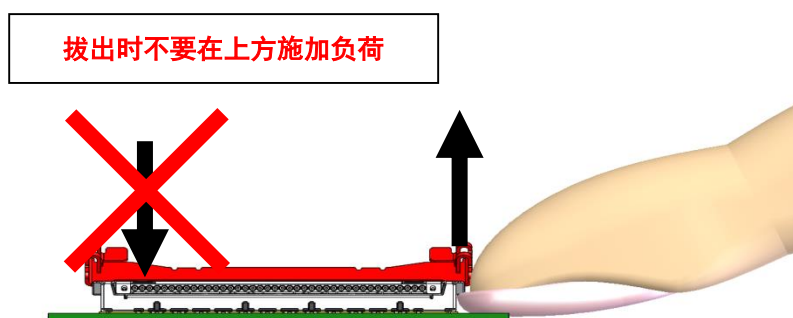

图.28
- 建议沿与基板垂直的方向抬起，但先拔出单侧（电缆间距方向）时，注意不要在连接器上方施加负荷。(图 28)